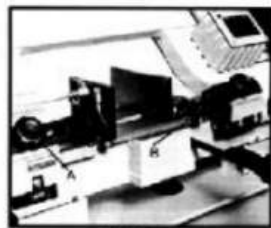

Fig.6
2. Afloje la perilla (A, Fig. 6) y el perno (B). Deslice los conjuntos de guía de la cuchilla lo más cerca posible posible al material sin tocar con el corte.
3. Apriete la perilla (A) y el perno (B) y conecte la máquina a la fuente de alimentación.